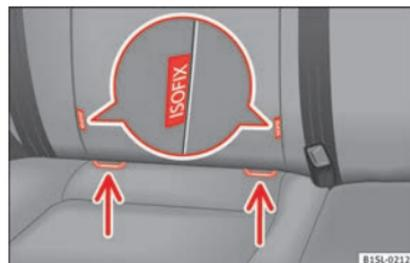

Fig. 26 No banco do veículo: variantes de identificação dos pontos de fixação inferiores para cadeiras para criança.
• Encaixe a cadeira de criança nos anéis de fixação » **Fig. 26**, no sentido da seta. A cadeira de criança deve encaixar de forma segura e audível.
• Coloque a cadeira de criança sobre o assento e enganche os ganchos dos cintos de fixação nos anéis de fixação » **Fig. 26**.